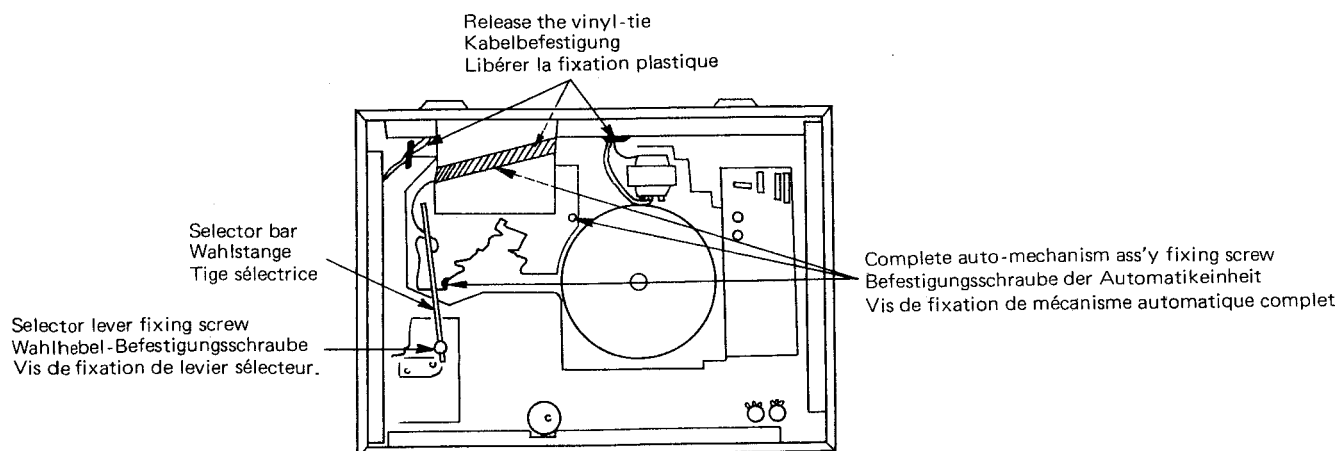
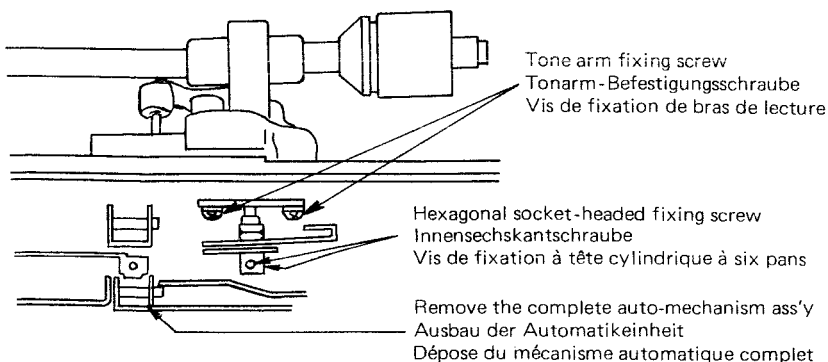

Fig. 2 Abb. 2
Fig. 5 Abb. 5
Remove the platter after fixing the tone arm to the arm rest. Then, remove the bottom plate, release the vinyl-tie which fixes the lead wire as shown in Fig. 2, remove the selector lever fixing screw, then remove the selector bar. Next, remove the sub-bed fixing screw after removing the platter frill fixing screw as shown in Fig. 3, and when this is done it should look like Fig. 4.
screw shown in Fig. 2 after removing the sub-bed by the procedure described in (1).
(3) Removing the tone arm
After removing the complete auto-mechanism assembly by the procedure described in (2), remove the 2 hexagonal socket-head fixing screws shown in Fig. 5 to remove the backing plate. Then, remove the 2 tone arm fixing screws which are installed inside it.
Tonarm an der Tonarmstütze anbringen und den Plattenteller abnehmen. Danach die Bodenplatte abnehmen, die Befestigung des Kabels gemäß Abb. 2 lösen, die Befestigungsschraube des Wahlhebels ausdrehen und die Wahlstange abnehmen. Danach die Befestigungsschraube der Zwischenkonsole lösen, die Befestigungsschraube des Plattenspielerziergitters gemäß Abb. 3 abnehmen, wonach sich der in Abb. 4 gezeigte Zustand ergibt.
(2) Ausbau der Automateinheit
Die Zwischenkonsole gemäß Beschreibung in Punkt (1) abnehmen und danach die Befestigungsschraube der Automateinheit lösen, wie es in Abb. 2 gezeigt ist.
(3) Ausbau des Tonarmes
Nachdem die Automateinheit gemäß Beschreibung in Punkt (2) entfernt wurde, die beiden Innensechskantschrauben gemäß Abb. 5 ausdrehen und die Nachlaufscheibe abnehmen. Danach die beiden Befestigungsschrauben des Tonarmes an der Innenseite lösen.
Retirer le plateau tourne-disques après avoir fixé le bras de lecture sur le repose-bras. Retirer la plaque inférieure et libérer la fixation plastique qui retient le fil de jonction comme le montre la Fig. 2, retirer la vis de fixation du levier sélecteur et retirer la tige de sélection. Retirer ensuite la vis de fixation de sous-châssis après avoir retiré la vis de fixation comme le montre la Fig. 3, quand cette opération est terminée, l'ensemble doit se présenter comme sur la Fig. 4.
(2) Dépose du mécanisme automatique complet
Retirer la vis de fixation du mécanisme automatique complet comme le montre la Fig. 2 après avoir retiré le sous-châssis comme décrit en (1).
(3) Dépose du bras de lecture
Après dépose du mécanisme automatique complet comme décrit en (2), retirer les deux vis de fixation à tête cylindrique à six pans comme le montre la Fig. 5 pour déposer la plaque arrière. Retirer ensuite les deux vis de fixation du bras de lecture qui se trouvent à l'intérieur.